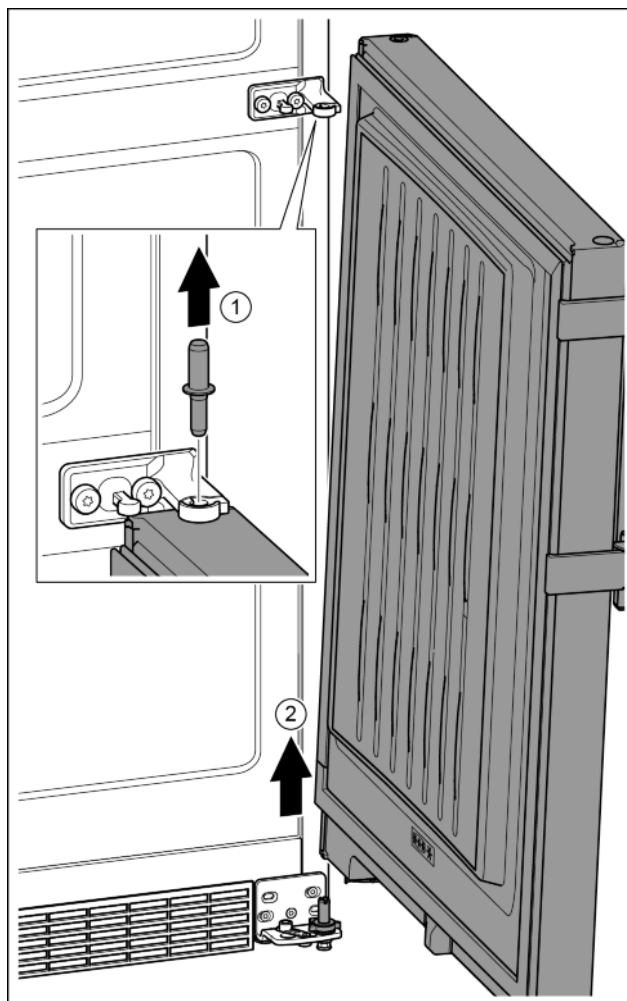

Fig. 10
- Вынуть пальцы вверх. Fig. 10 (1)
- Отклонить дверь, приподнять вверх и отставить в сторону. Fig. 10 (2)